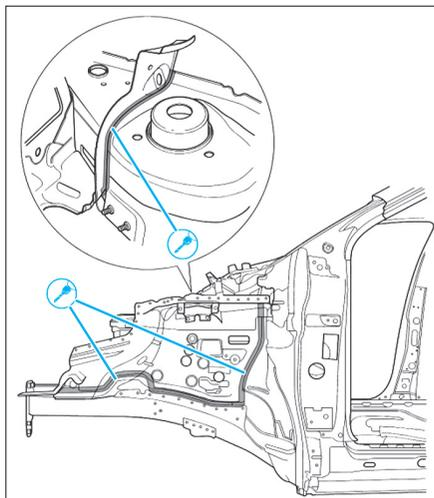

FIG. 18
- Dépointer et dégraffer les accostages d'origine (Fig.18).